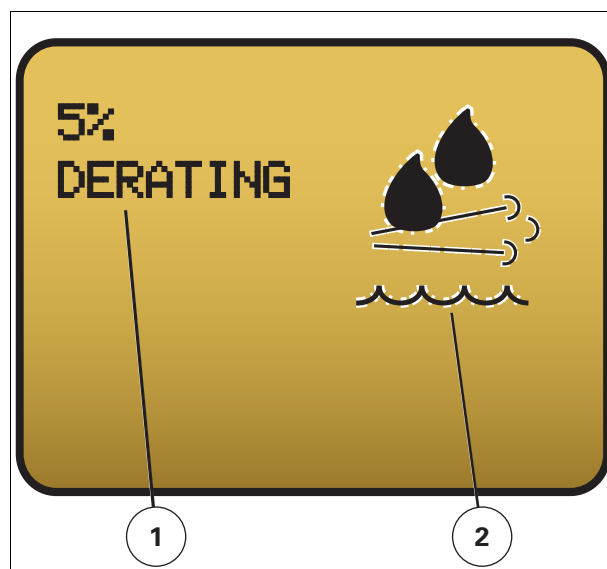

Рис. 7.
- Отображение предупредительного сообщения в Блок управления TMC относительно низкого уровня жидкости *рис. 7*